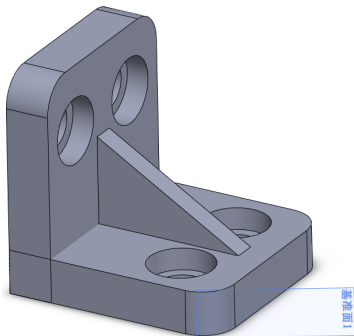

图 4-9 通过两面夹角创建基准面对象
(5) 单击【确定】按钮，即可通过两面夹角创建基准面对象，效果如图 4-9 所示。